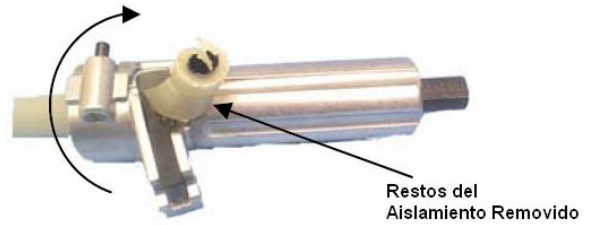

Fig. 6
**Paso 6.** (Fig. 6) Gire la herramienta en el sentido de las manecillas del reloj alrededor del cable para remover el aislamiento. La herramienta desprenderá el aislamiento hasta que el conductor del cable llegue al tope de remoción. La cuchilla automáticamente cortará el aislamiento removido.